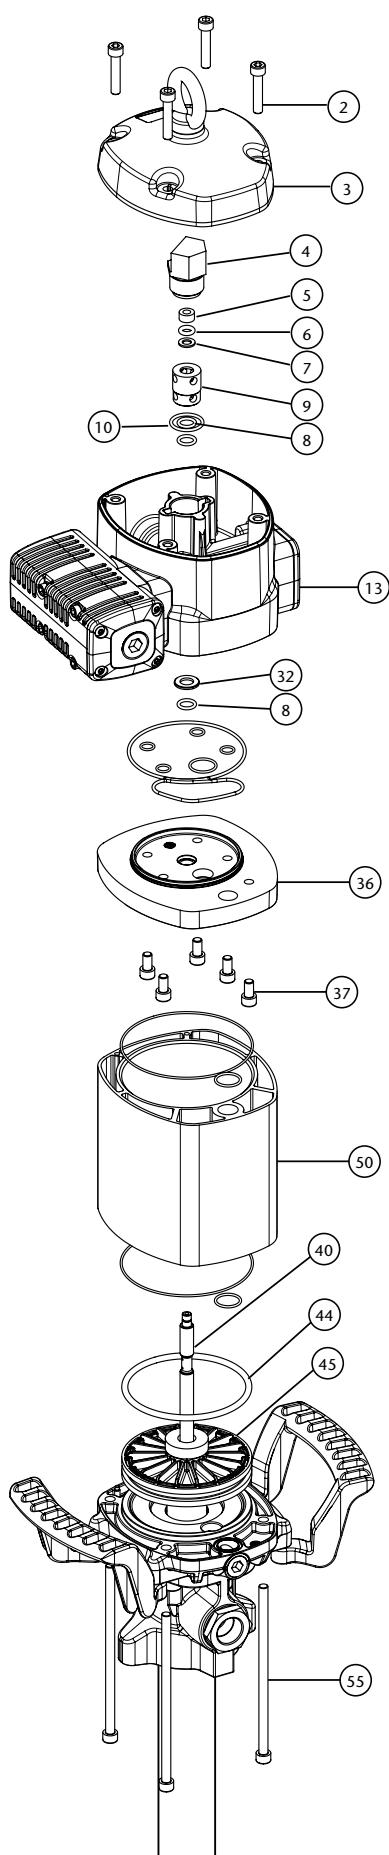

Рис. 7
1. Отвинтить болты (2) и снять крышку (3).
2. Отвинтить гильзу датчика (4).
3. Зажав щипцами гайку (5), вытянуть шток (40) так, чтобы вышла наружу его центральная расточенная часть (рис. 9а). Затем другими щипцами зажать шток (40) в области расточки для предотвращения повреждения поверхности уплотнения и отвинтить гайку (5) (рис. 7б).
4. Снять уплотнительное кольцо (6) и кольцо (7). При сборке заменить их на новые.
5. Отвинтить болты (55). Снять корпус двигателя (13) с фланцем (36).
6. Снять крышку инвертора (9) и заменить на ней уплотнения (8) и (10).
7. Отвинтить болты (37) и отсоединить мотор (13) от фланца (36). Снять шайбу (32) и заменить уплотнение (8).
8. Аккуратно удерживая пневматический поршень (45), снять цилиндр (50). Заменить уплотнение поршня (44).
9. Выполнить сборку деталей в обратном порядке. При сборке нанести на винты (37), гайку (5) и гильзу датчика (4) закрепитель резьбы.
Рис. 7а
Рис. 7б